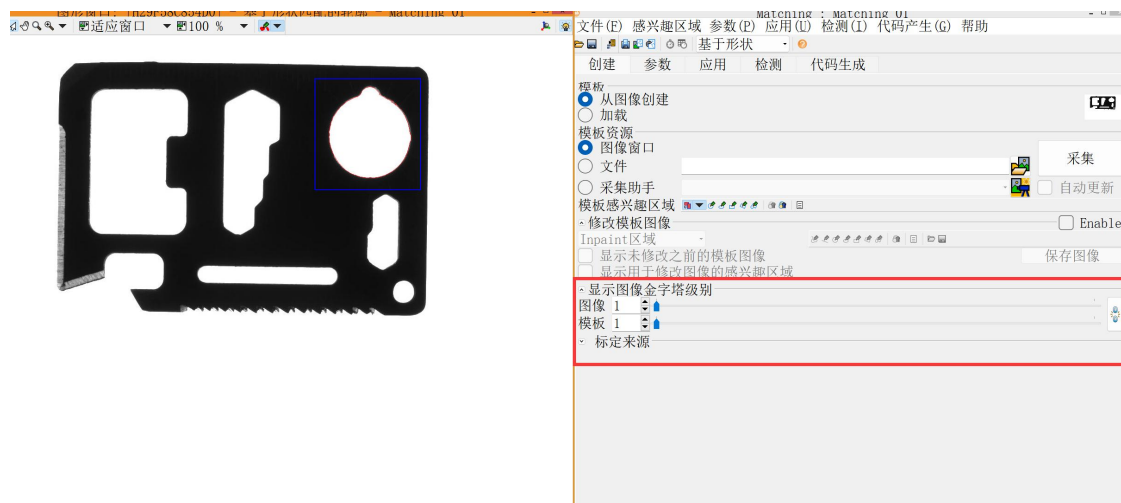

图 2-4 匹配助手“创建”选项卡
③ 接下来设置参数。在“创建”选项卡的“显示图像金字塔级别”中可以看到各种金字塔级别的特征图像，这是设置 NumLevel 参数的依据，如图 2-4。在“参数”选